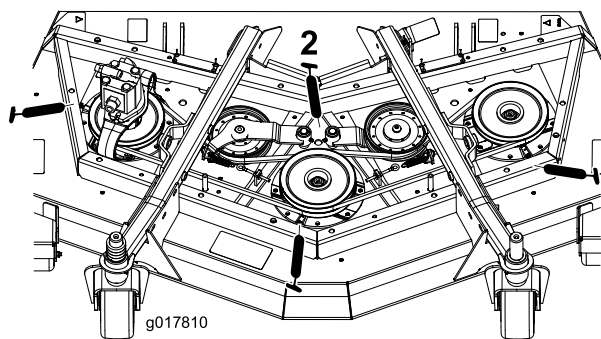

Figura 44
- Cojinetes de eje (3) (situados debajo de la polea) (Figura 44).
- Casquillos del pivote del brazo tensor (2) (Figura 44)